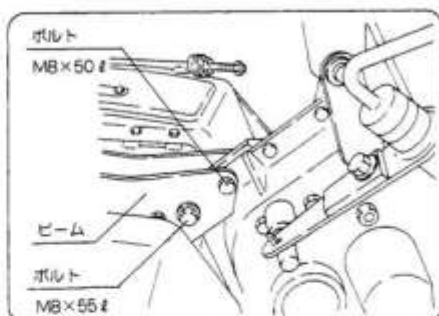

図56
- 1 ビーム取付ボルト2本(M8×50 ϕ 、M8×55 ϕ 各1本)のナットをゆるめてください。(図56)